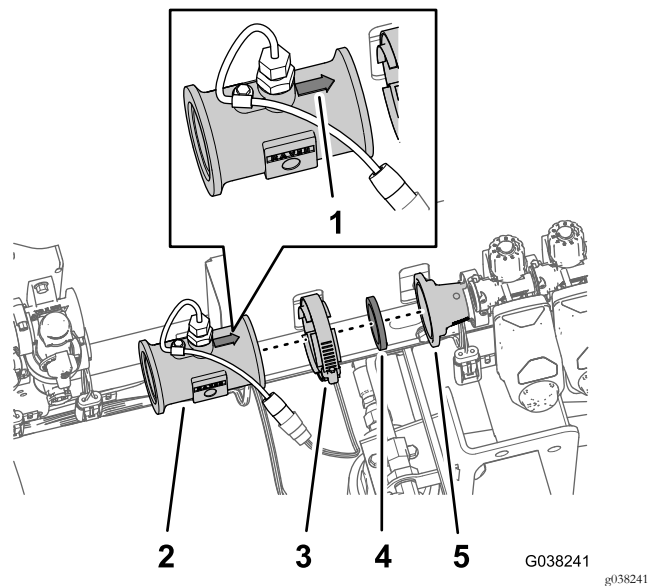

Рисунок 53
- Совместите расходомер с переходным патрубком на левом распылительном клапане так, чтобы стрелка расходомера была направлена вправо (Рисунок 53).
- Установите расходомер на переходной патрубок при помощи прокладки и фланцевого хомута (Рисунок 53), снятых при выполнении пунктов 2 и 3 в разделе Демонтаж расходомера с клапанных коллекторов (страница 12).